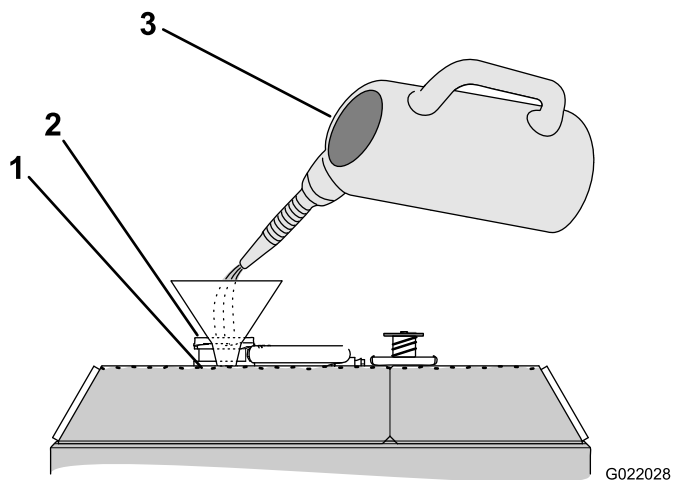

Figura 146
- Adicione líquido de arrefecimento no radiador até o nível beirar o fundo do bocal de enchimento (Figura 146).